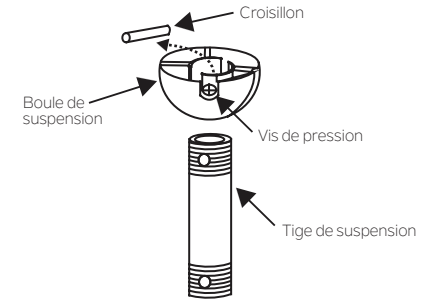

Fig. 7
Étape 5. Retirez la boule de suspension de la tige de suspension en desserrant la vis de pression, en dégageant le croisillon et en dévissant la boule de la tige. (Fig.7)